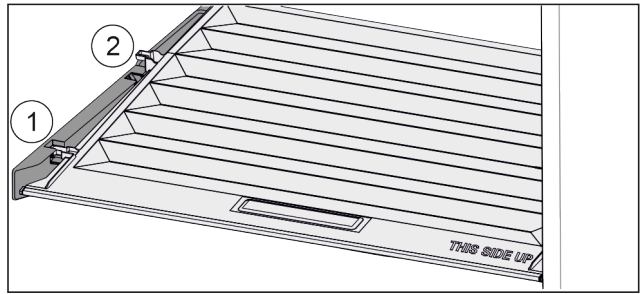

Fig. 161
- ▶ Кришку до отвору в деталях для підтримки потягнути вперед Fig. 161 (1).
- ▶ Підняти ззаду знизу та вийняти Fig. 161 (2) вгору.